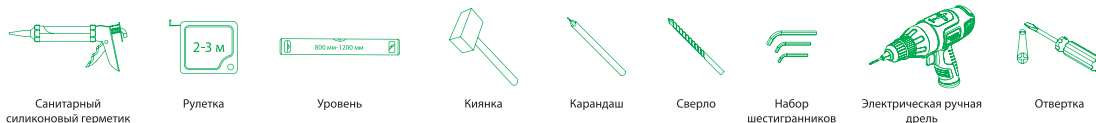

Рис. 2/2-сур.
1. **Необходимые инструменты:** санитарный силиконовый герметик, рулетка, уровень, киянка, карандаш, сверло, набор шестигранных ключей, электрическая ручная дрель, отвертка (рис. 2).